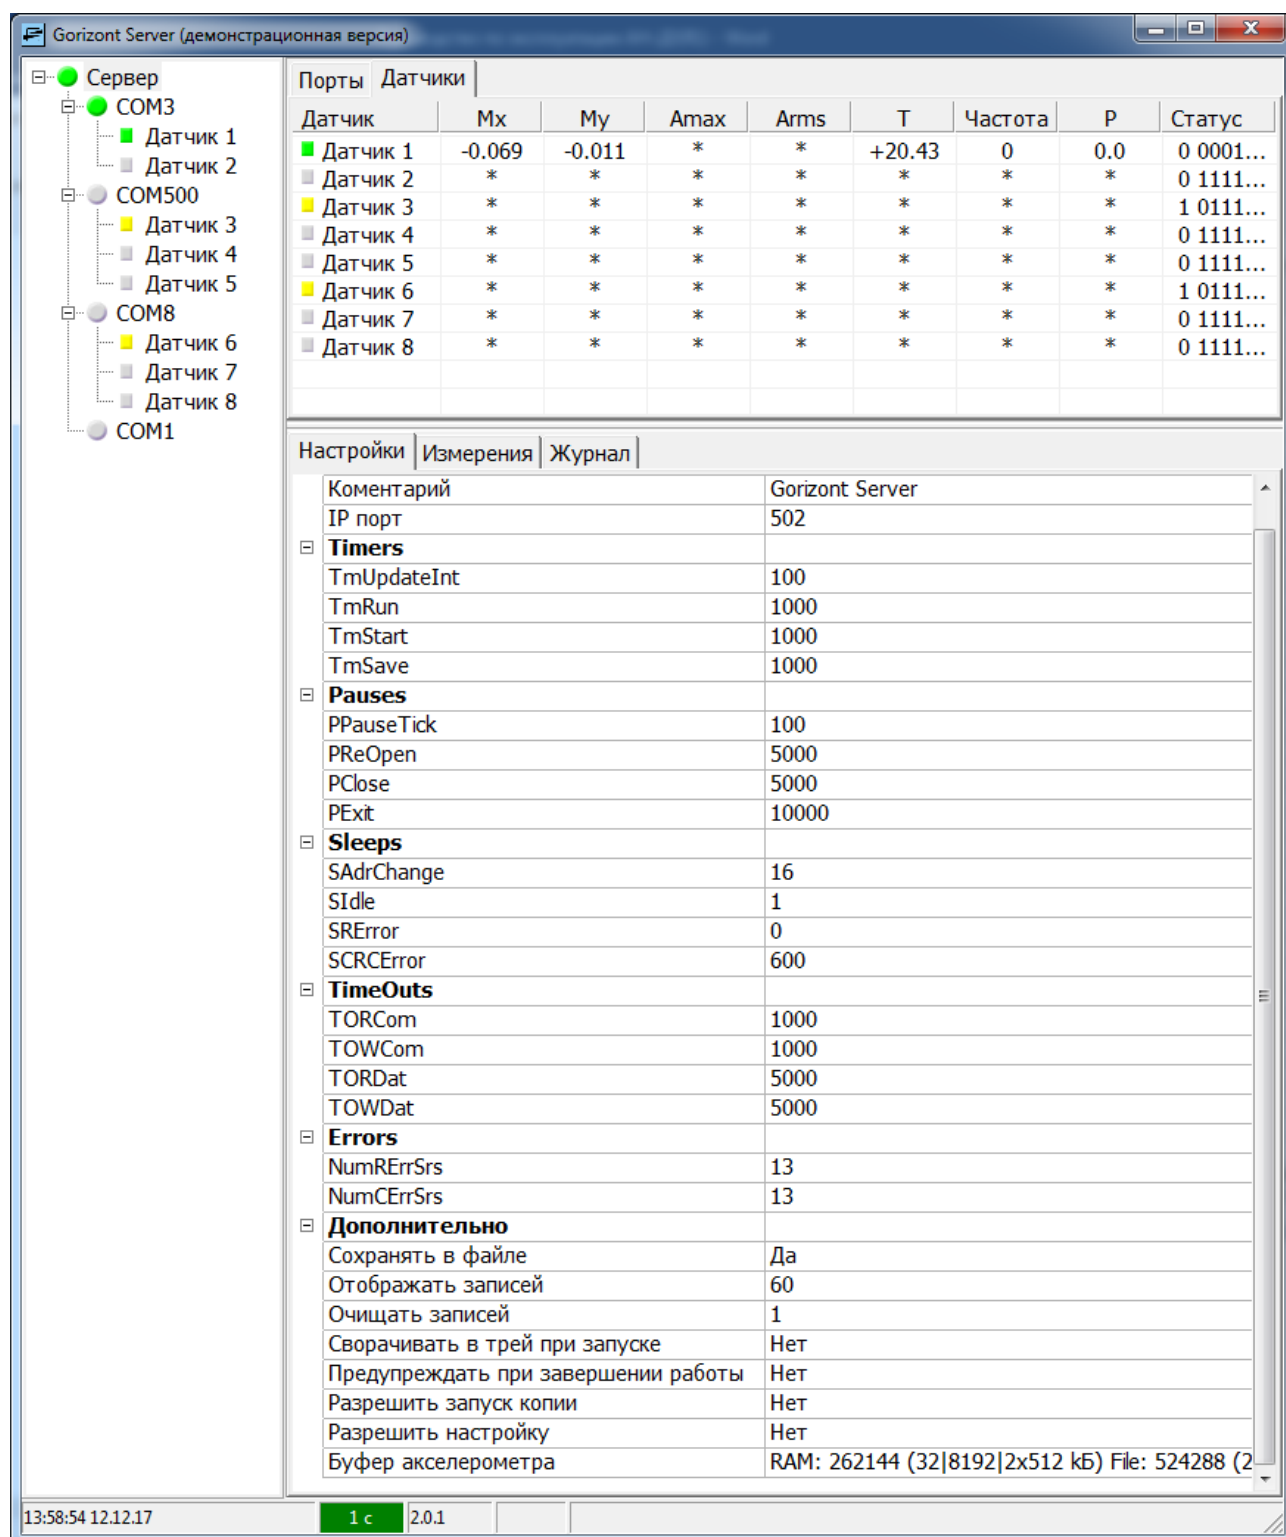

Рисунок 4.5
4.6 Вкладка <Настройки> информационной панели отображает информацию об общих настройках программы, если на панели дерева выделен элемент <Сервер> (рис.4.5) и содержит следующие записи:
4.8 Вкладка <Настройки> информационной панели отображает информацию об настройках датчика, если на панели дерева выделен элемент <ДатчикXXX> (рис.4.5.) и содержит следующие записи: